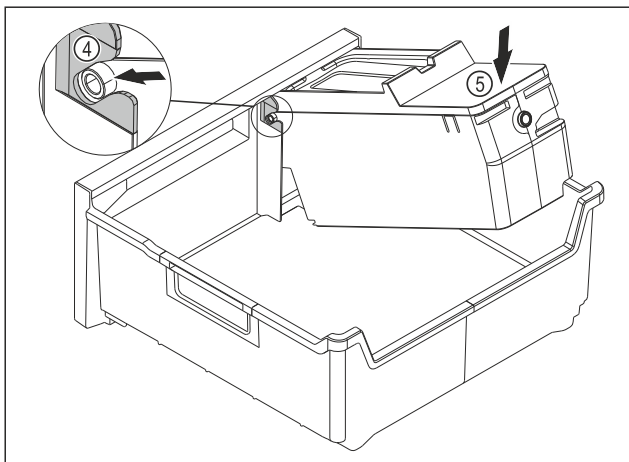

Fig. 80
- ▶ EasyTwist-Ice-corporus monteren: Assen van de EasyTwist-Ice-corporus in de geleidingen Fig. 80 (4) schuiven.
- ▶ EasyTwist-Ice-corporus Fig. 80 (5) achter omlaag drukken.